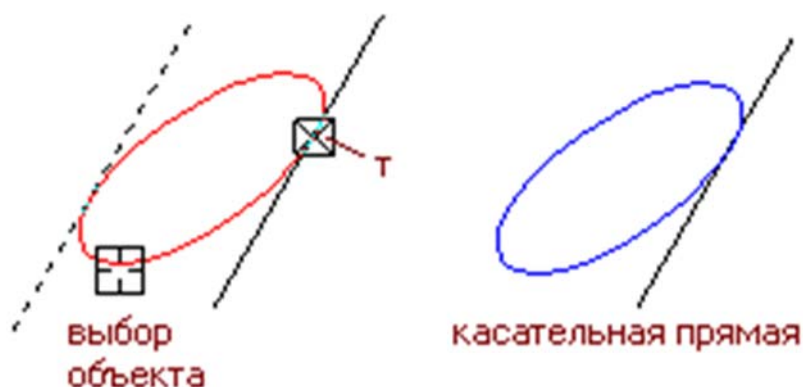

Рис. 71. Построение касательной заданием угла ее наклона
– задание угла наклона касательной (рис. 71).
Для построения искомой касательной можно задать в поле (**Угол**) значение угла наклона касательной относительно оси **x** и зафиксировать это значение. Далее задать точку касания на помеченном объекте. Появляются фантомы касательных прямых (рис. 71).